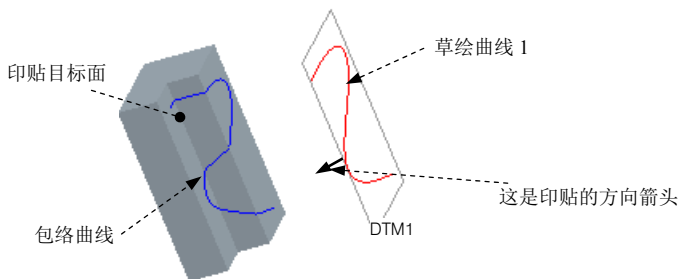

图 8.3.18 创建包络曲线
如图 8.3.18 所示, 现需要将 DTM1 基准平面上的草绘曲线印贴到实体表面上, 产生一包络曲线, 操作步骤如下:
Step2. 选取图 8.3.18 所示的草绘曲线 1。
为包络曲面，因而便产生了图 8.3.18 所示的包络曲线。